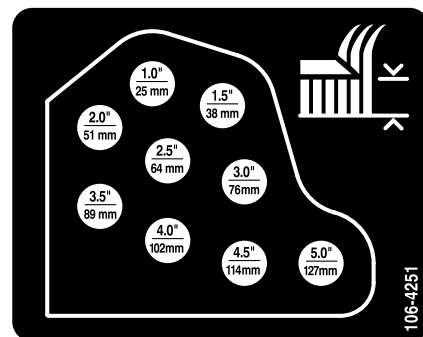

Bild 20
- Montieren Sie die Schnitthöhenketten im gewünschten Schnitthöhenloch (Bild 20) und befestigen Sie sie mit dem Splint und dem Lastösenbolzen.